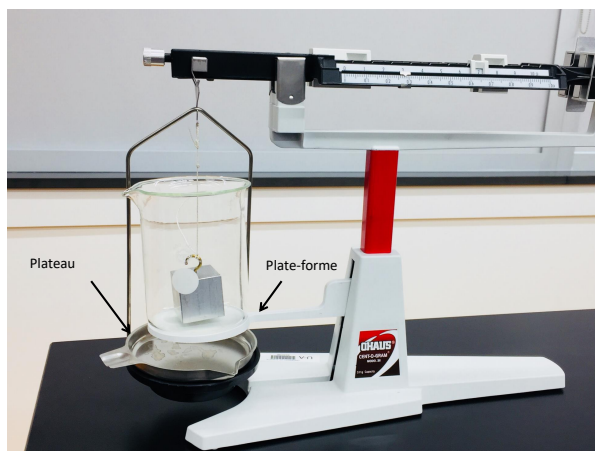

Figure 3. Montage de la balance avec le plateau, la plate-forme et la poutrelle
2. Élevez la plate-forme de la balance au-dessus du plateau, comme à la Figure 3. Placez ensuite un bécher (par ex. de 400 mL) sur la plate-forme. Ce bécher devra contenir assez d'eau pour que l'objet y soit complètement submergé. Suspendez l'objet à la poutrelle de la balance à l'aide d'une ficelle, tel qu'illustré à la Figure 3.